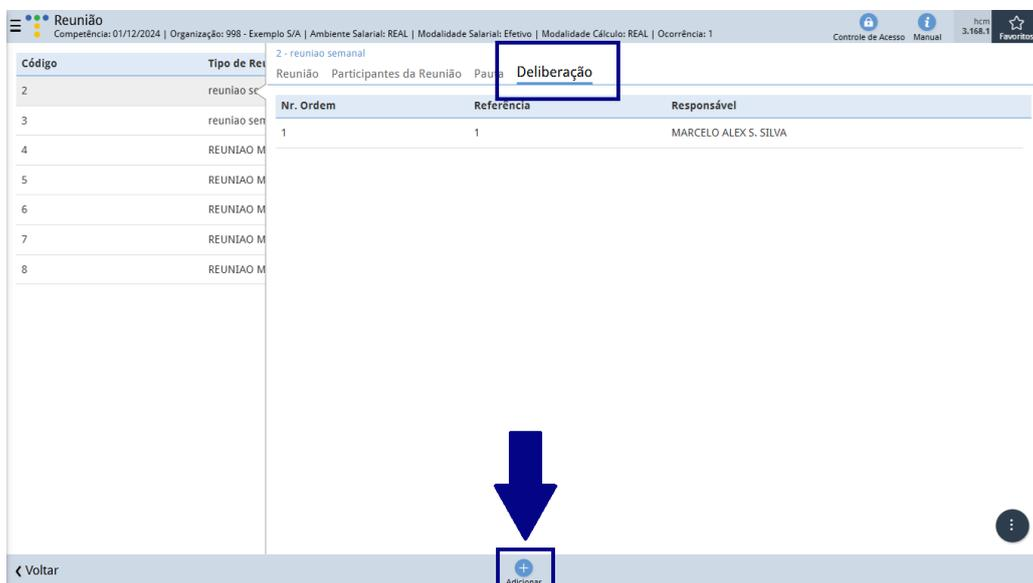

Figura 113: Adicionar
1. Acesse a aba **Deliberação** e clique em **Adicionar** (Figura 113).